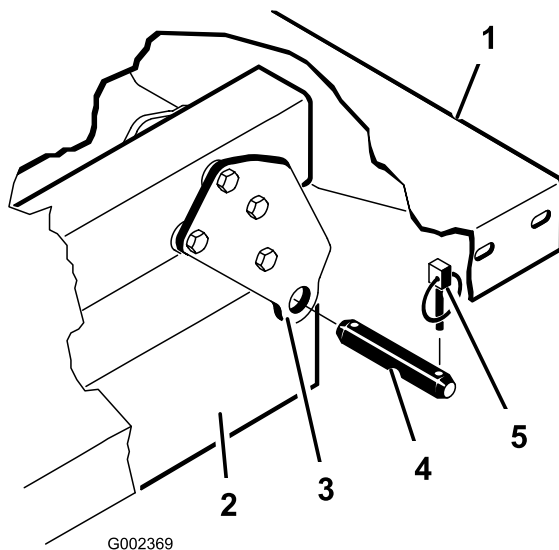

Figura 4
montagem da caixa empurrando os pinos para dentro (Figura 4).
6. Retire os pinos de sujeição e os passadores de forquilha que prendem os apoios articulados nos canais da estrutura (Figura 4).